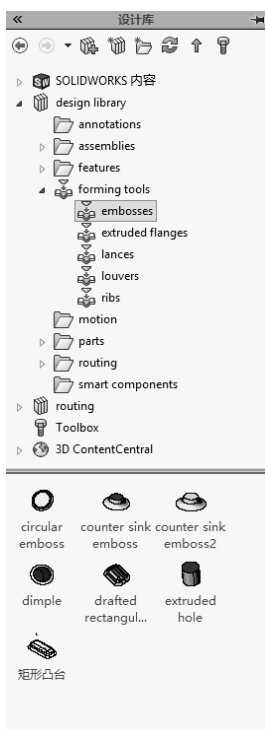

图 8-10 “设计库”对话框
1) 在图形区右侧的任务窗格中单击（设计库）按钮，系统弹出“设计库”对话框，如图 8-10 所示。这是 SOLIDWORKS 2018 安装时预设的库特征。